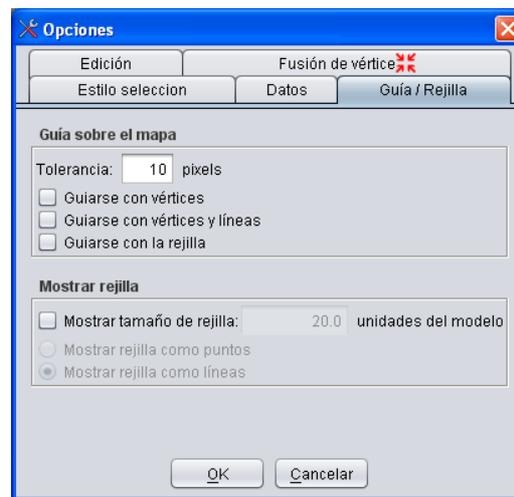

Fig. 40
**Opciones de delimitación:** al hacer clic sobre este botón, se abre una ventana para configurar la forma de visualizar las líneas de contorno de los recintos. La pestaña “*Guía/Rejilla*” es la que más se usa y permite indicar los píxeles de tolerancia de ajuste de las líneas de división de los nodos ya creados (Fig. 40). La tolerancia especifica el rango de píxeles para la selección de nodos. Los valores superiores aumentan el ancho del área alrededor de un nodo sobre el que se considera que el nodo seleccionado es ese.